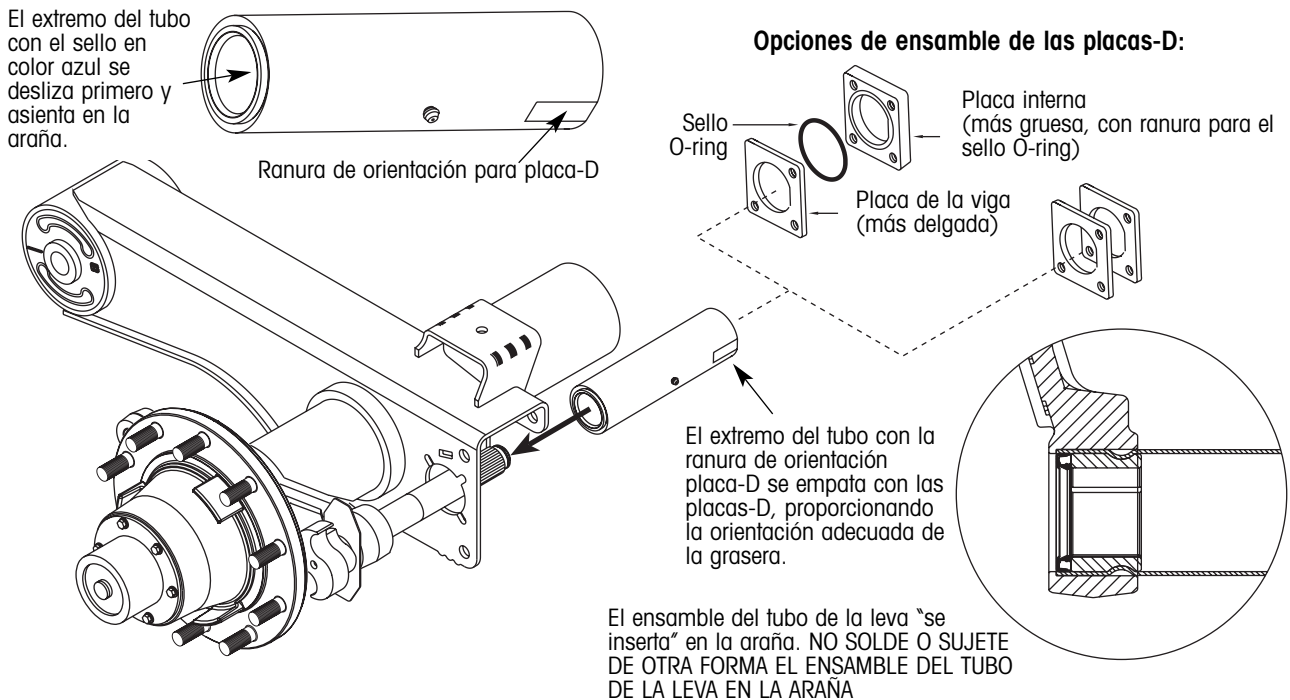

Figura 25. Detalles de orientación e instalación del ensamble del tubo de la leva
6. Por la parte interna de la viga de la suspensión, deslice el nuevo ensamble del tubo de la leva en la nueva leva-S, a través del agujero de montaje en la viga de la suspensión y en la araña (figura 25).
8. Gire el ensamble del tubo de la leva de tal manera que la ranura de orientación para placas-D apunte hacia atrás y se alinee con los agujeros en la viga de la suspensión. El cuarto agujero ciego debe ser alineado como se muestra en la figura 25.